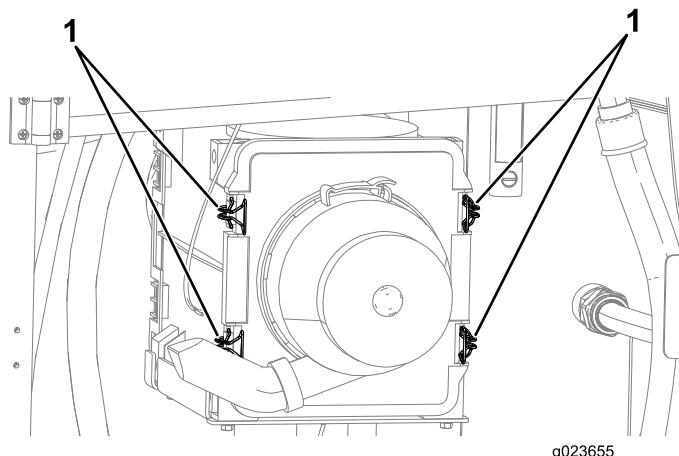

Figura 85
5. Tire hacia fuera de los 4 cierres de la tapa del limpiador de aire (Figura 85).
4. Empuje la tapa del limpiador de aire hacia dentro hasta que quede correctamente asentada, y sujétela con los cierres (Figura 85).